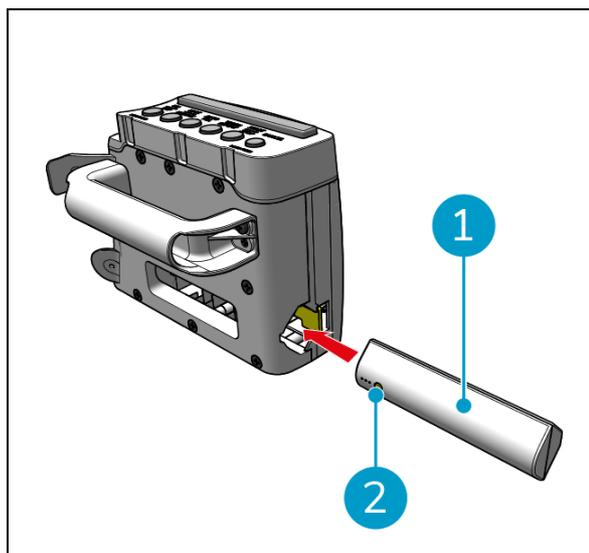

Figura 12
4. Premir o botão de alimentação (Figura 12, pos. 2) na bateria do controlador do punho (Figura 12, pos. 1) para o ligar.